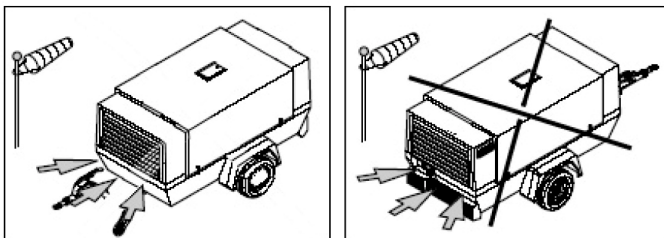

Рис. 3.2 Расположение передней части компрессора против ветра
Примените парковочный тормоз, потянув за ручку тормоза (2) в обратном направлении. Расположите компрессор в максимально ровном положении. При этом компрессор может работать временно при отклонении от ровного положения, не превышающем 15°. Если компрессор припаркован на наклонных поверхностях, приведите компрессор в неподвижное положение путем размещения упоров перед колесами или за колесами. Расположите переднюю часть компрессора на стороне против ветра (См. рис. 3.2) вдали от потоков загрязненного ветра и стен. Исключить возможность рециркуляции выхлопного воздуха от двигателя. Рециркуляция выхлопного воздуха приводит к перегреву и снижению мощности двигателя.